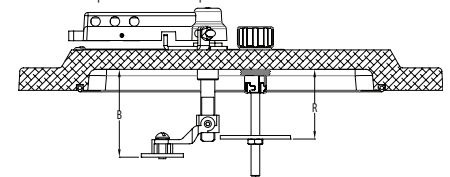

Figure 5
4. Fixer l'ensemble fourchette/plaque de fourchette à l'arbre du disjoncteur/protecteur de circuit moteur comme indiqué, puis régler la hauteur conformément au tableau A4 et à la figure 5. Une fois la hauteur réglée, serrer les vis au couple de 40 lb-po (4,5 Nm). La plaque de fourchette devrait se trouver environ 1/8 po (3,2 mm) à 3/16 po (4,8 mm) au-dessus de la face la plus près du disjoncteur.